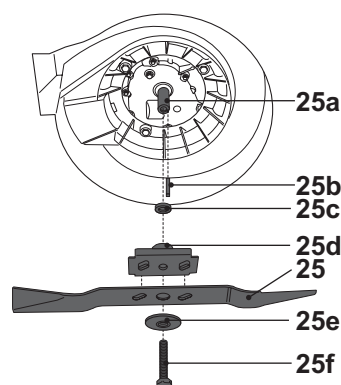

Fig. 21
- > Desserrez le boulon hexagonal [25f] dans le sens antihoraire à l'aide d'une clé de 17 mm et retirez-le ainsi que la bride de verrouillage [25e], l'outil de coupe [25], le support [25d], l'entretoise [25c] et la broche [25b] (Fig. 21).